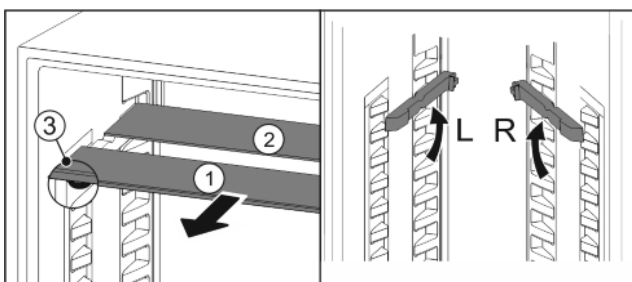

Fig. 19
- ▶ Skleněné desky jednotlivě vytáhněte dopředu Fig. 19 (1).
- ▷ Skleněná deska Fig. 19 (1) se zářkami leží vpředu.
- ▷ Zářky směřují dolů Fig. 19 (3).